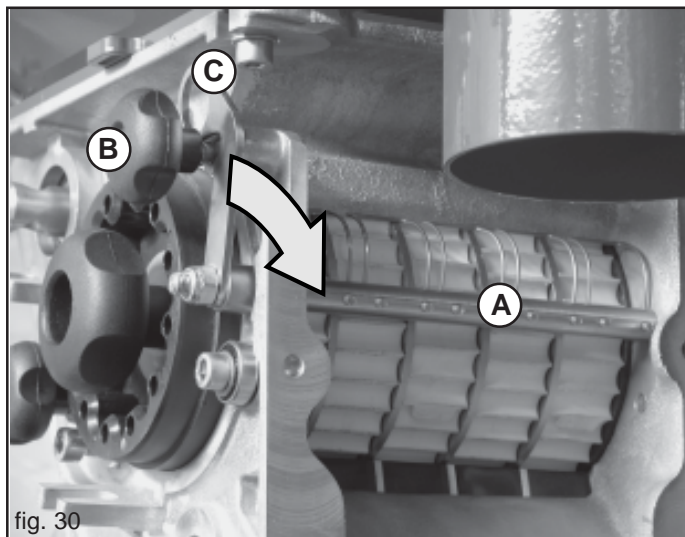

fig. 30
Les éléments élastiques nettoyants (A, Fig. 30) sont employés pendant la distribution de graines oleagineuses avec le roulement de encencement jaune mod. F25- 125.
... Desserrer la pommette (B, Fig. 30), extraire les leviers (C) de son siège et les déplacer dans le sens de des flèches.
- 1) Desserrer et enlever la pommette (B, Fig. 30), et déplacer le levier (C) dans le sens de lancement des flèches.